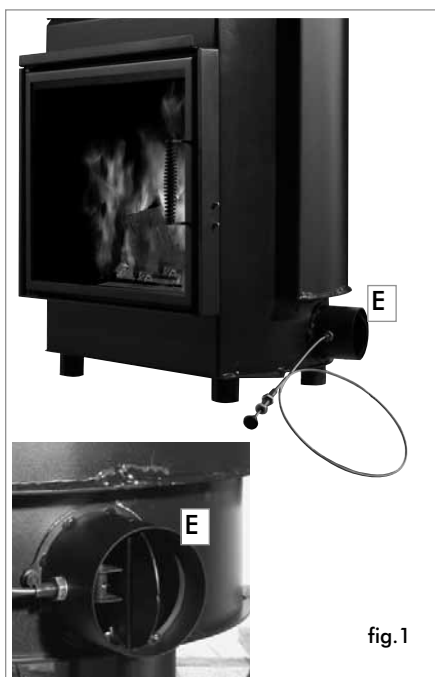

fig.1
- La commande du registre placée sur l'entrée de la prise d'air externe (voir fig.1 page 6) règle la quantité d'air primaire nécessaire à la combustion. En poussant la poignée, la prise d'air externe est fermée, en revanche en tirant dessus, la prise d'air externe est ouverte.